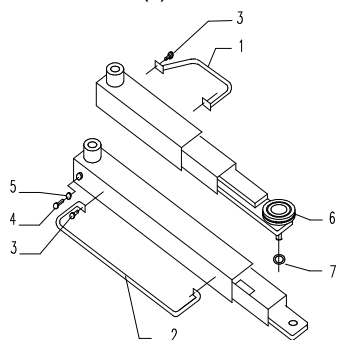

Fig.27
**VOETBEVEILIGINGEN (Fig.27)**
- Monteer nu de voetbeveiligings-beugels (1 en 2) op de draagarmen met de bouten (3)